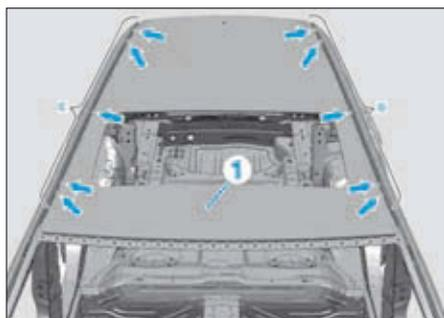

FIG. 132
- Percer les points de soudure sur le pavillon avec un foret de Ø 5 mm (flèches) dans les zones (C et D) (Fig.132).